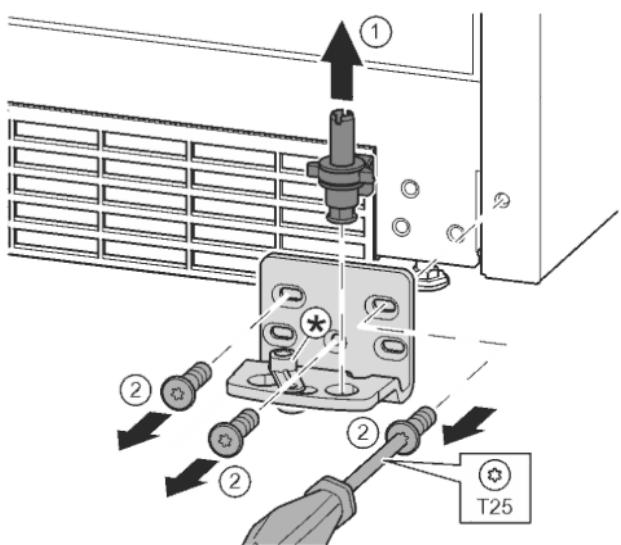

Fig. 14
- ▶ Опорний гвинт цілком витягніть рухом вгору. Fig. 14 (1)
- ▶ Викрутіть гвинти за допомогою викрутки T25 та зніміть опорний кронштейн Fig. 14 (2)